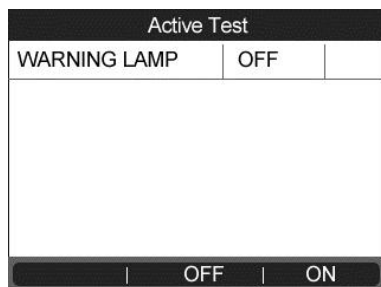

Figura 14.11
- 2) Pulse el **BOTÓN DE FUNCIÓN** correspondiente a «**ENCENDIDO**» o «**APAGADO**» para comprobar si la luz de advertencia del vehículo se enciende y se apaga. (Figura 14.11)